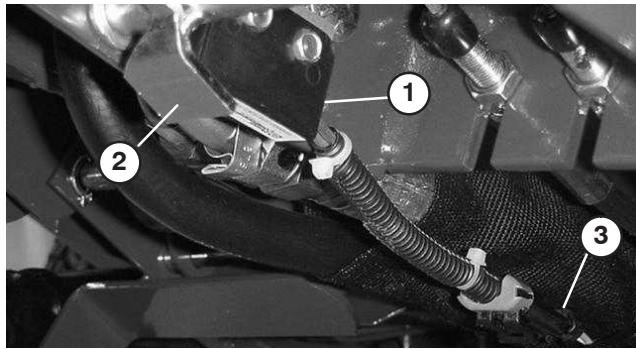

Bild 63
- Der Abstand zwischen der Drehwellenschaufel der Feststellbremse und dem unteren Teil des Sicherheitsschalters (Bild 63) sollte circa 1,5 mm betragen (die Schaufel darf nicht mit dem Schalter in Berührung kommen).